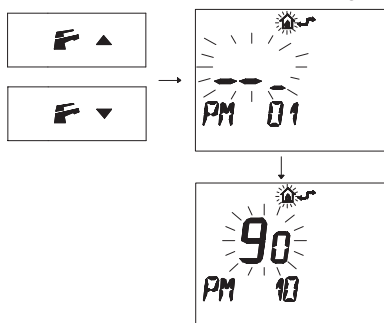

Fig. 5.88
- Premere i pulsanti **←** o **→** per visualizzare la programmazione "PM10" selezione della frequenza di accensione (Fig. 5.88).
Nella Fig. 5.88 si visualizza un SET programmato di **90** corrispondente ad un tempo di riaccensione di 3 minuti circa. Il campo di regolazioni è da 0 a 8 minuti e mezzo.